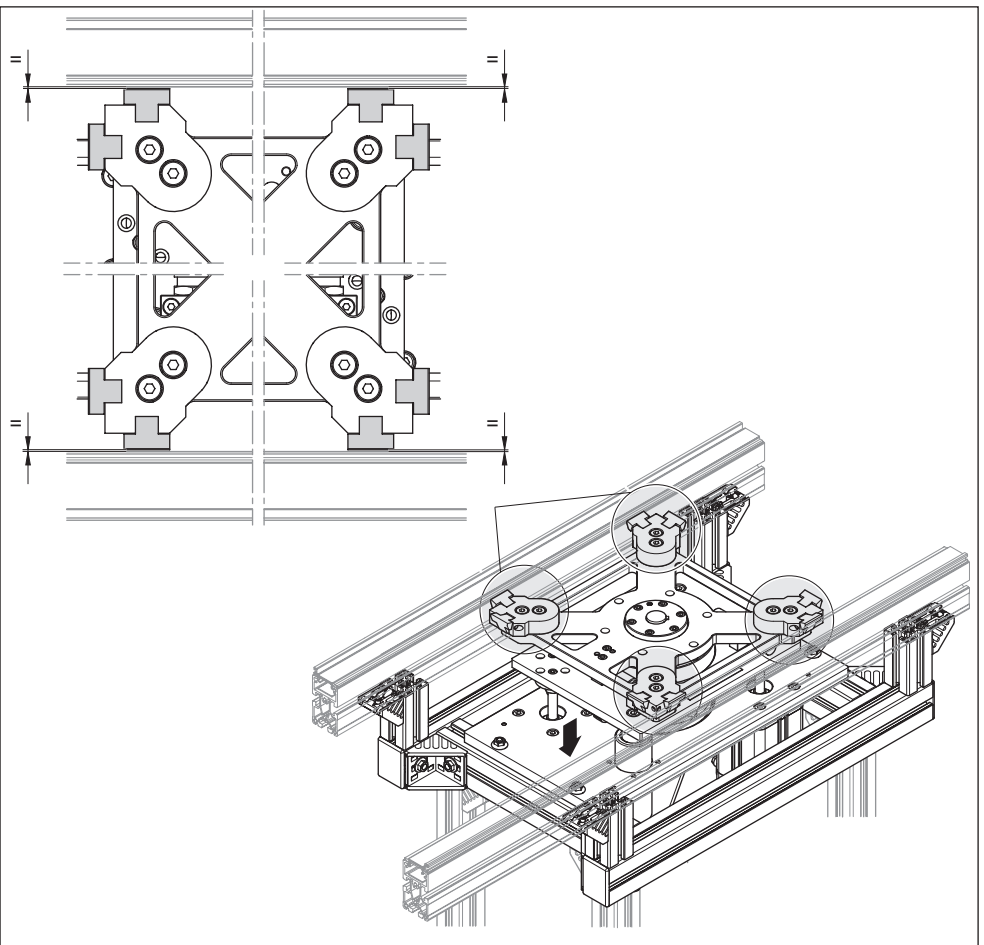

Fig. 22: Comprobación y ajuste del ángulo de giro (aquí tamaño constructivo 2 180° para WT 2, WT 2/F)
- Compruebe de nuevo que la unidad de elevación y giro esté correctamente ajustada en el perfil de tramo (véase Fig. 8 en la página 22 y Fig. 22 en la página 39).